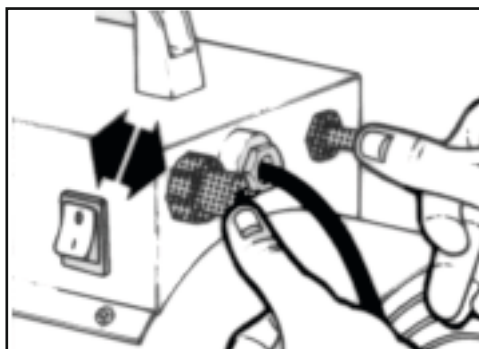

Fig.3
3. Presser à fond le bouton gaz et en même temps actionner plusieurs fois l'allumeur piézo-électrique (voir figure 3)